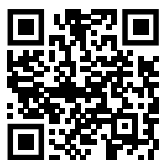

Fig. 145
▶ Otvorte Liebherr SmartMonitoring Dashboard. (pozri Fig. 145)